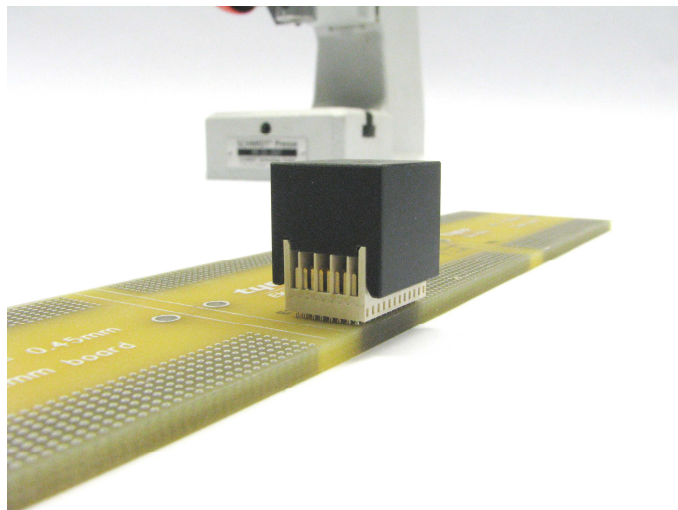

Abbildung 6
2. Danach wird der Eindrück-Block auf die Messerleiste gesetzt. Die flache Seite zeigt dabei noch oben (siehe Abbildung 6).
2. After that the insertion block is fitted onto the connector. The flat surface must show upwards (see figure 6).